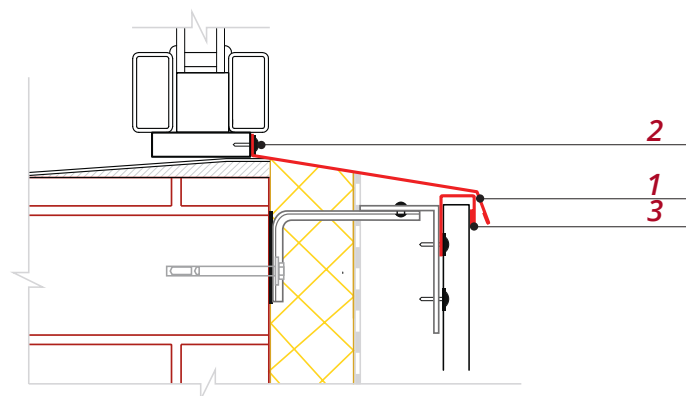

Рис. 20
■ Установите П-образную планку **3** по всей ширине оконного проема, как показано на рис. 20.
- Панель должна войти в пазы Околооконных планок и J-профиля под отливом на половину их глубины (рис. 20).